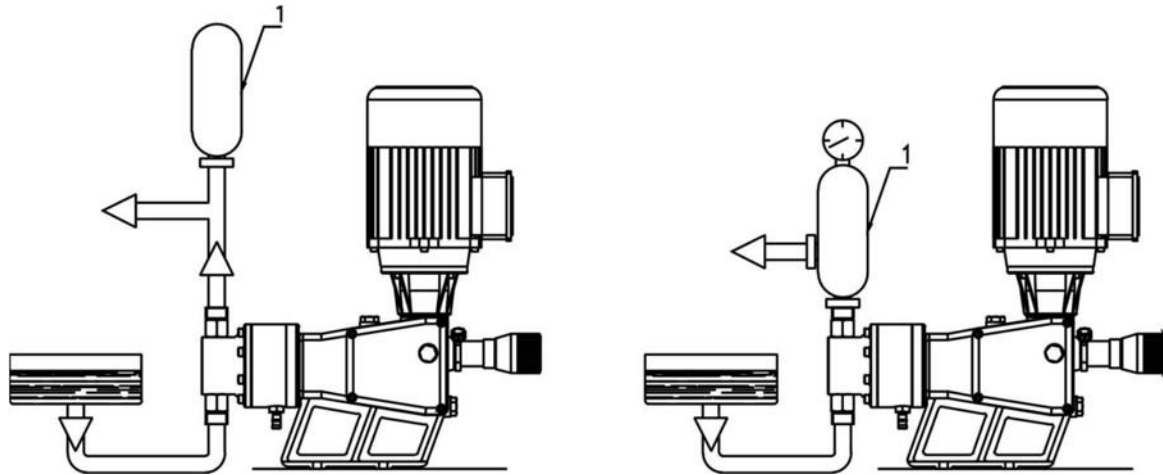

Рис.5 – розташування гасителя (демпфера) пульсацій
5.3.3. ГАСИТЕЛЬ ПУЛЬСАЦІЙ (п. 1 – рис. 5)